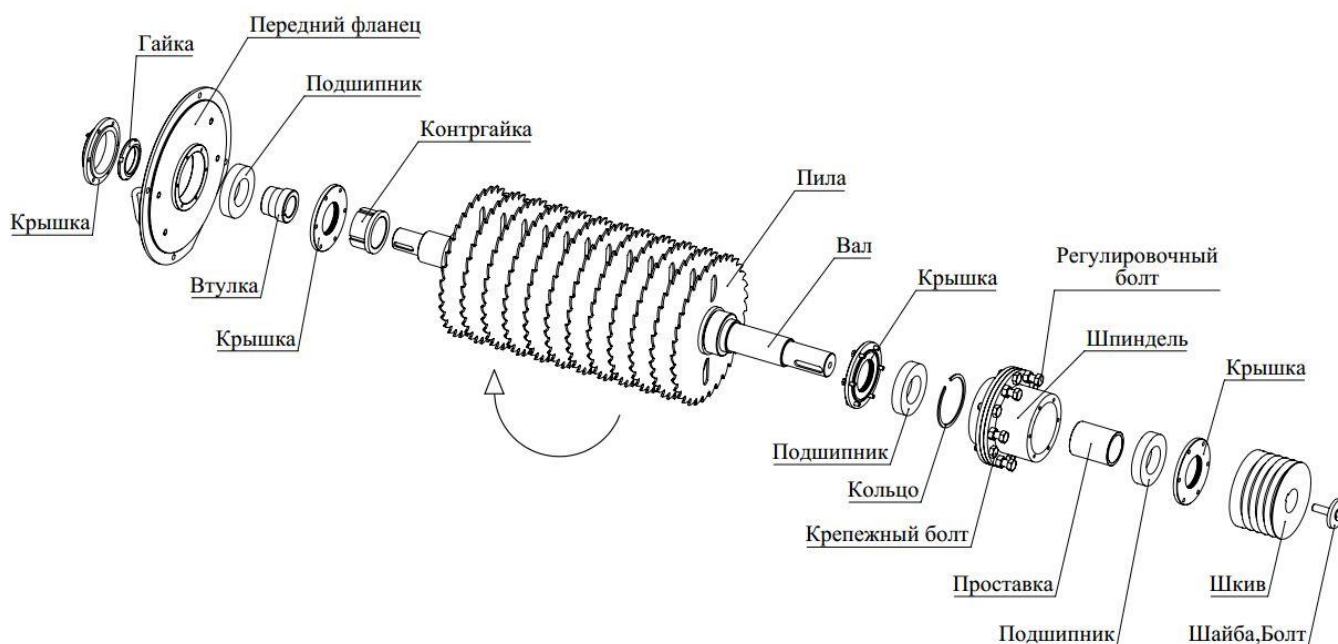

Рисунок 4.
- **включать станок со снятым передним фланцем (рис.4), иначе возможен изгиб пильного вала и выход его из строя;**
После установки станка на место, необходимо отрегулировать положение пильного вала относительно переднего фланца так, чтобы он легко без усилий одевался на вал и входил в посадочное место корпуса станка. Для этого, необходимо ослабить крепежные болты шпинделя и с помощью регулировочных болтов выронить положение вала относительно переднего фланца (рис. 4). Затем затянуть крепежные болты.
Перед запуском станка необходимо проверить качество заточки пил, устанавливаемых на станок. Далее устанавливается пила на вал пильного узла. При этом нужно следить, чтобы соблюдалось правильное положение пилы, относительно направления вращения вала рисунок 4. Затем устанавливаются проставки, соответствующие необходимому размеру распиливаемой доски, как показано на рисунок 4.